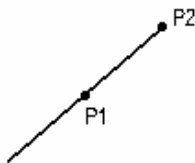

图 2-113
- 绘制两倍长度的直线：单击  图标，输入起点 P1，P1 将作为直线的中点向两端延伸，得到两倍长度的直线，如图 2-113 所示。